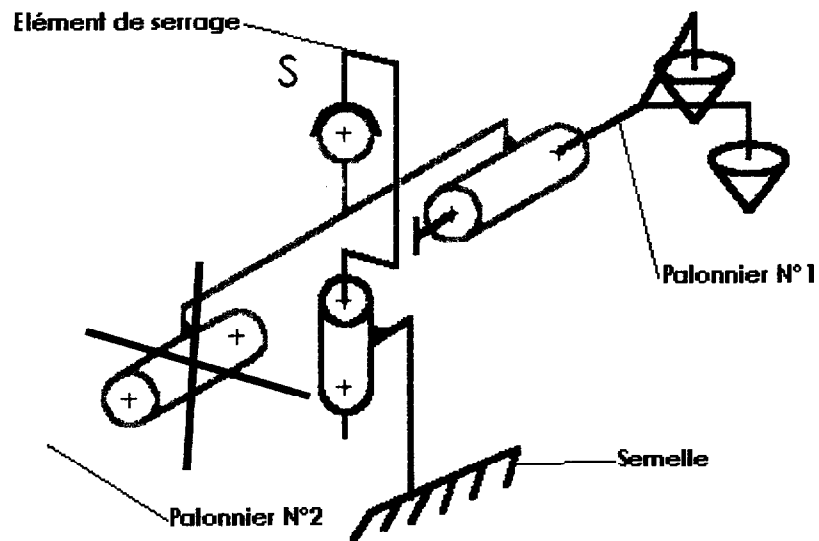

fig. 2
- **Maintenir** en position par un système de serrage unique pour les quatre pièces (fig. 2)
- ☞ **Définir** deux palonniers pour serrer quatre pièces sur le montage selon fig. 2, 3 et 4 page 3/5.